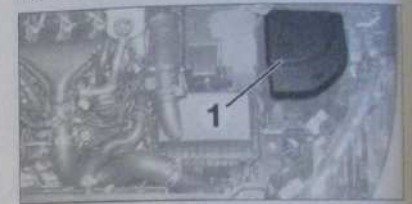

Fig. 51
- le couvercle de la boîte à fusibles du compartiment moteur (1) (Fig. 51),